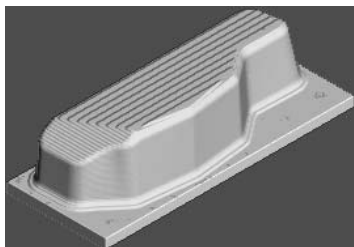

图 5-59 仿真加工结果 1
2) 在“仿真”工具栏的“当前刀具路径”下拉列表中选择要模拟的刀具路径 rough, 然后单击“执行”按钮, 系统开始自动仿真加工, 仿真加工结果如图 5-59 所示。